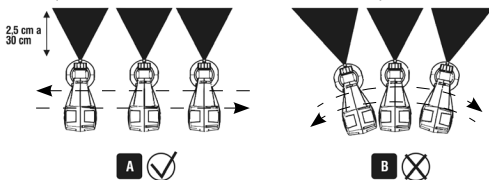

Fig. 6 – Distância ideal para uma boa pintura
- Ajuste o jato de tinta de acordo com o item 2.5.5 deste manual;
- Ajuste o volume de material de acordo com o item 2.5.6 deste manual;
- Pulverize a superfície a uma distância de 2,5 cm a 30 cm do objeto a ser pintado de acordo com a Fig. 6;
- Movimento a pistola de pintura para cima e para baixo, sempre mantendo-a perpendicular à superfície que está sendo pintada, conforme mostra a Fig. 6 (Fig. 6A: correto e Fig. 6B: incorreto).